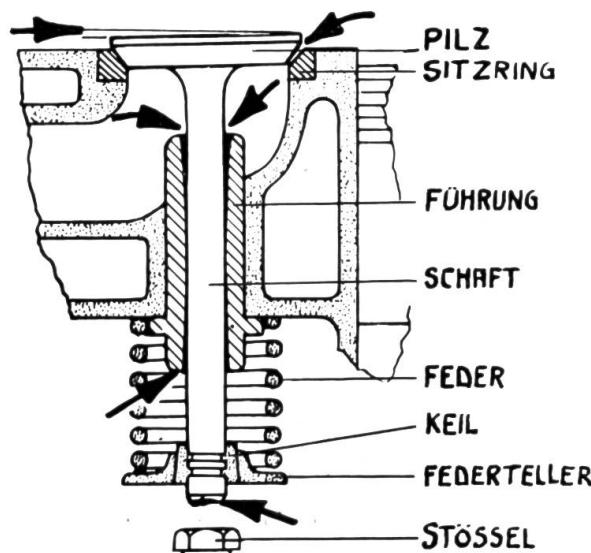

Fig. 1
Ausgeschlagene Ventilführungen müssen mit Hilfe einer besonderen Ausdrück- und Einziehvorrichtung durch neue ersetzt werden, damit das Ventil richtig geführt ist und nicht verkanten kann (Fig. 1).
b) **Ventile schleifen:** Der Mechaniker kontrolliert zuerst, ob die Ventile rund laufen. Das Schleifen des Ventilkegels ist eine Präzisionsarbeit. Man benötigt dazu eine einwandfreie Ventilschleifmaschine. Ist ein Ventil stark verzogen, oder hat der Schaft angefressen, so kann es nie mehr richtig abdichten (Fig. 1). Am Ventilteller darf man nur soviel Material wegschleifen, als zur Erreichung eines sauberen Kegels absolut notwendig ist. (Fig. 2.)